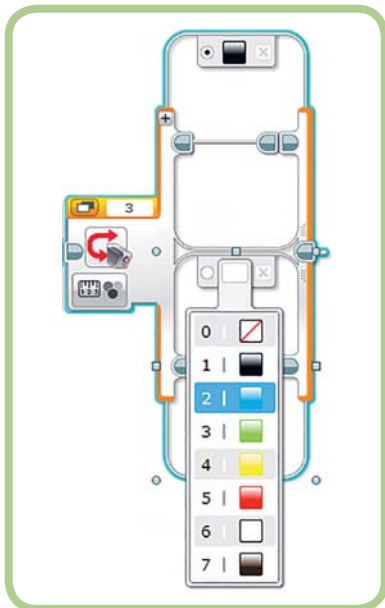

Рис. 5.20. Выбор цвета
4. Щелкни по квадрату в верхней части нижнего раздела и выбери вариант **Синий** (Blue), как показано на рис. 5.20.